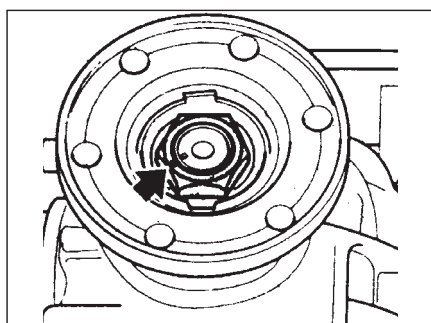

Рис. 17.7. Маркировка
резьбы. Затянуть гайку с буртиком до совмещения меток (см. рис. 17.7).
- Снять стопорную шайбу (7, см. рис. 17.4), замаркировать взаимное положение гайки (рис. 17.7) по отношению к валу ведущей шестерни ГП.